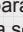

Fig. 13 Lado direito do volante multifunções: teclas de comando dos menus do instrumento combinado.
- Se uma mensagem ou o pictograma do veículo forem exibidos, pressionar a tecla  (⇒ Fig. 12 ① ou ⇒ Fig. 13 ).